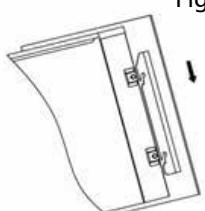

Fig. 6
- Coloque el marco de vidrio frontal sobre el frente de la llama alineando las ranuras con los soportes a cada lado del panel de vidrio con las sujetaciones en los lados de la llama; consulte la Fig. 6.
- Place the front glass surround over the front of the fire aligning the slots in the brackets at each side of the glass panel with the lugs on the sides of the fire-see Fig.6.